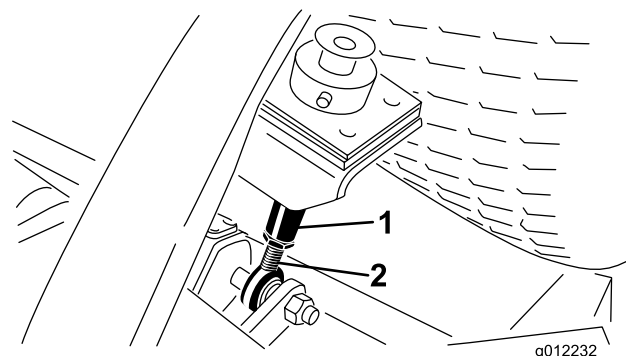

図 19
6. 刈高ロッドの下部についているジャムナットをゆるめる(図 19)。